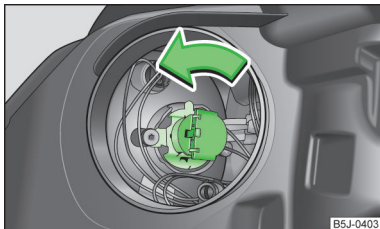

Abb. 159
- › Den Stecker mit der Glühlampe bis zum Anschlag **entgegen dem** Uhrzeigersinn drehen » Abb. 159 und herausnehmen.